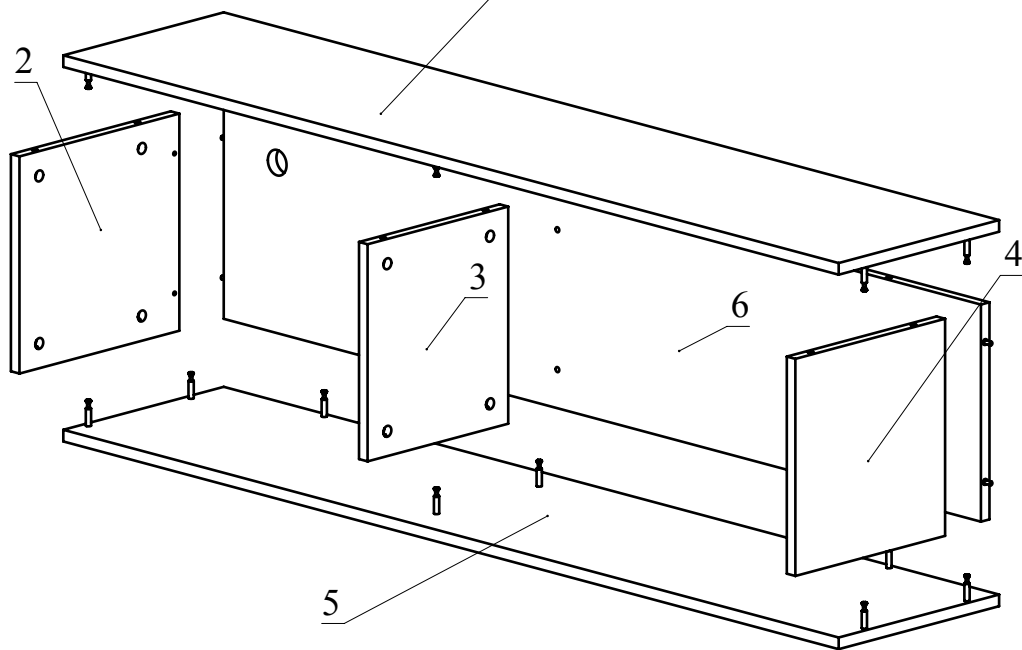

Рис.6
5. Соедините детали 1,2,3,4,5,6 согласно схеме (Рис. 6) и затяните головки минификсов по часовой стрелке до упора. Соедините деталь 6 с деталью 3 при помощи конфирматов (Рис. 7).